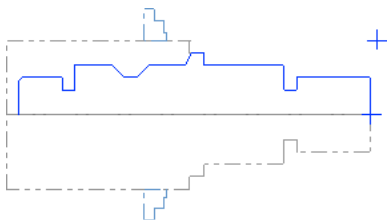

图 19.11 选取图形边线
Step2. 在“车削素材翻转 属性”对话框的 **图形** 区域中单击 **选择...** 按钮，框选图 19.11 所示的图形边线，然后按 Enter 键；在 **素材的位置** 区域的 **起始的位置:** 文本框中输入值 300.0，在 **调动后的位置** 文本框中输入值 240.0；在 **最后的位置:** 区域的 **D:** 文本框中输入值 160.0，在 **Z:** 文本框中输入值 240.0。